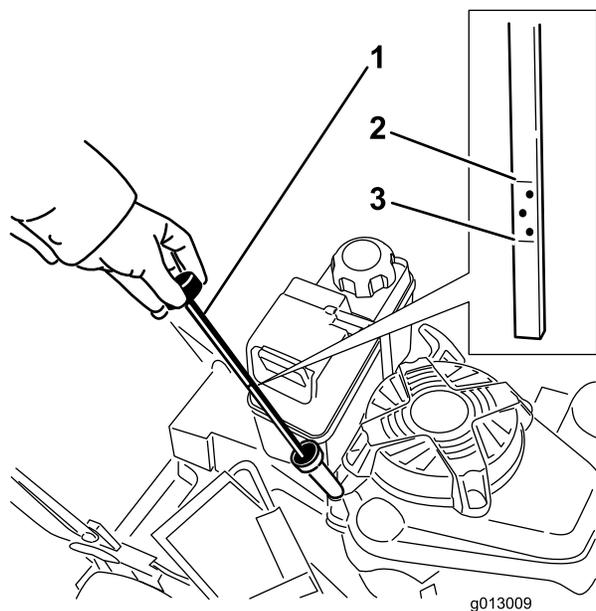

Figure 11
Avant chaque utilisation, vérifiez que le niveau d'huile se situe entre les repères maximum et minimum sur la jauge (Figure 11).
2. Nettoyez la surface autour de la jauge (Figure 11).
6. Observez le niveau d'huile indiqué par la jauge (Figure 11).